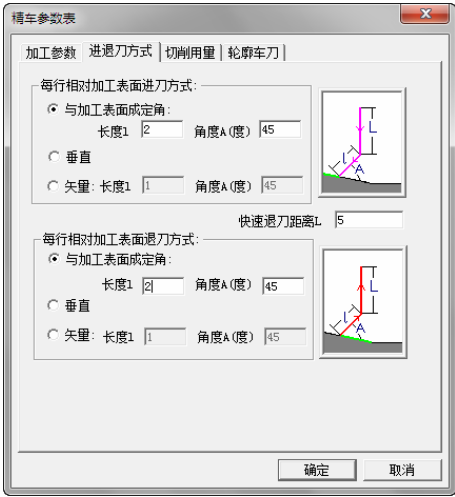

图 4-37 精车外圆进退刀方式参数设定
2) 单击“进退刀方式”选项卡，设置具体参数。每行相对加工表面进刀方式：与加工表面成定角，长度 $l=2$ ，角度 $A=45$ ；每行相对加工表面退刀方式：与加工表面成定角；长度 $l=2$ ，角度 $A=45$ 。设置结果如图 4-37 所示。